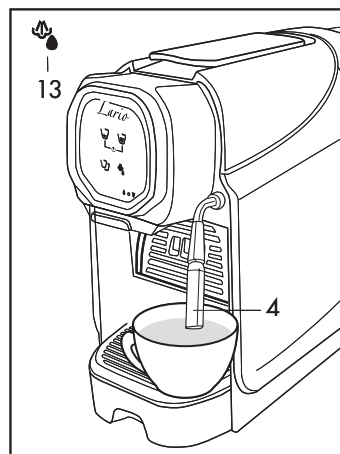

Fig. 12
- Placer une tasse sous le bec (4) (Fig. 12).
- En maintenant enfoncé le symbole (13), la machine distribue de l'eau chaude (Fig. 12) ; relâcher la touche une fois que la quantité voulue est atteinte.
- Par une légère pression sur le symbole (13), la fonction vapeur est activée (Fig. 12) ; appuyer à nouveau sur la touche pour arrêter la fonction vapeur.